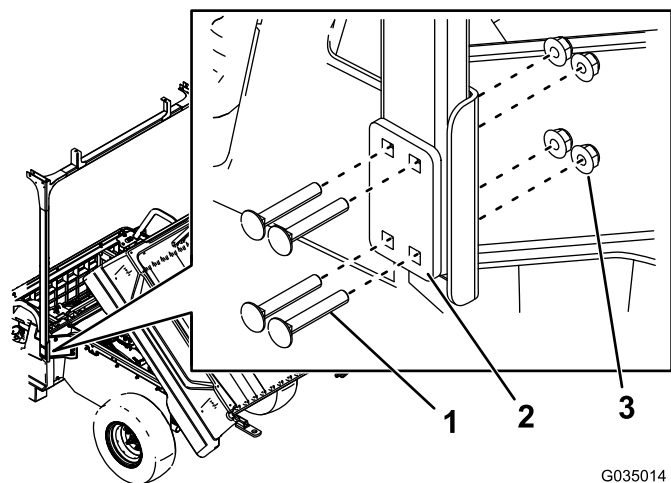

Figura 7
6. Instale sem apertar as tubagens traseiras nos suportes com volta traseiros utilizando 8 parafusos de carroçaria (2''), 2 placas de montagem e 8 porcas (5/16''), como se mostra na Figura 7.